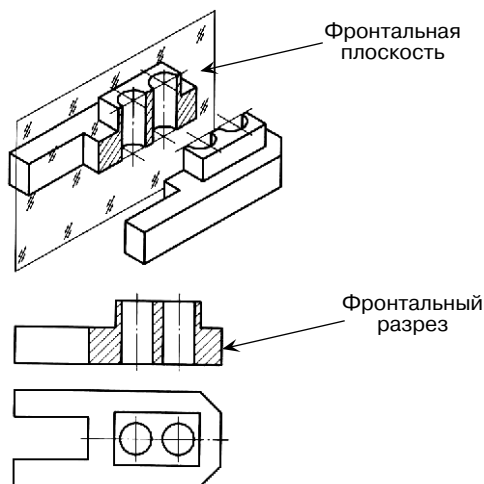

Рис. 319. Получение фронтального разреза
- **фронтальным** – если секущая плоскость параллельна фронтальной плоскости проекции и размещается на месте главного вида (рис. 319);